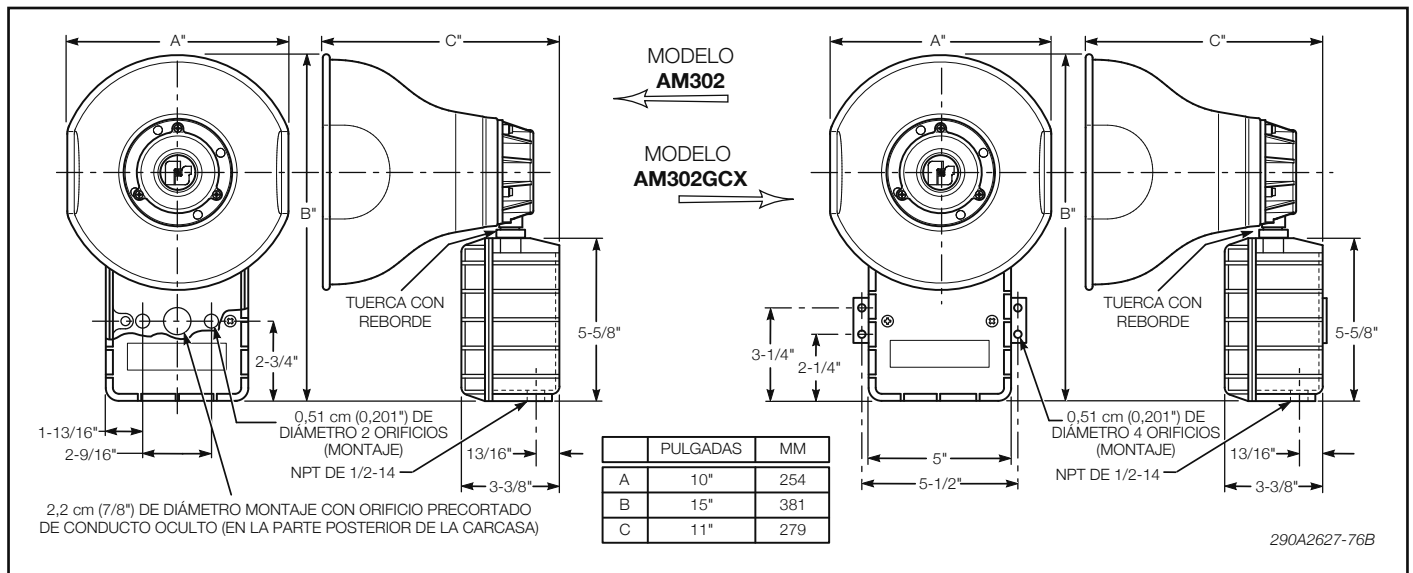

Figura 1. Dimensiones del altavoz Modelos AM302 y AM302GCX.
B. Disposición de montaje (vea la figura 1).
- Usando los orificios de montaje (dos (2) dentro de la carcasa del Modelo AM302 o cuatro (4) en el soporte de montaje externo del AM302GCX) como plantilla, dibuje marcas de posición de perforación en la superficie de montaje. Vea la figura 1 para conocer las ubicaciones y dimensiones de los orificios de montaje.
- Reubique el proyector del altavoz de ser necesario para obtener la cobertura deseada de sonido. Afloje la tuerca con reborde (vea la figura 1) y mueva el proyector a la posición deseada.
- Usando los dos (2) orificios de montaje como plantilla, dibuje la posición de perforación en la superficie de montaje. Vea la figura 1 para conocer las ubicaciones y dimensiones de los orificios de montaje.